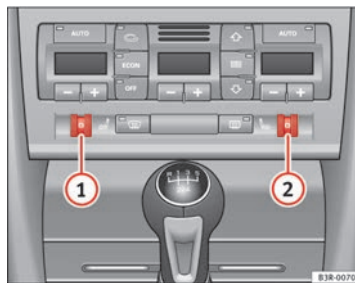

Fig. 143 Detalle del tablero de instrumentos: Ruedecillas moleteadas para la calefacción del asiento
Gire la ruedecilla moleteada ① o bien ② ⇒ fig. 143 para activar la calefacción del asiento del conductor o del acompañante, respectivamente, y para regular el nivel de calefacción.